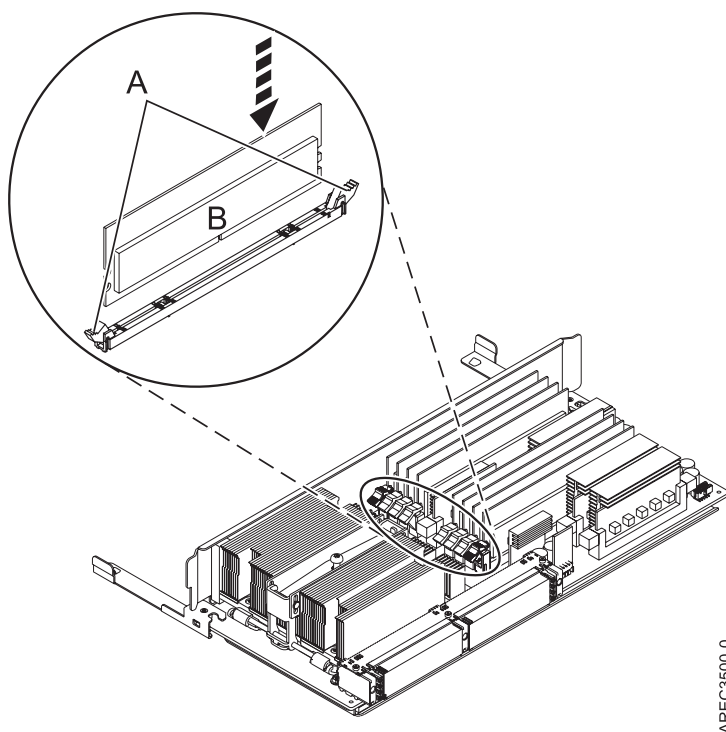

Figure 27. Remplacement d'un module de mémoire
10. Vérifiez que le connecteur est prêt à recevoir le module de mémoire. Le cas échéant, retirez le cache du module de mémoire en écartant et en abaissant les taquets (A). La pression exercée sur les taquets force le cache à sortir du connecteur.
12. Vérifiez que les languettes de verrouillage du connecteur (A) sont déverrouillées, comme indiqué dans la figure 27, à la page 34, avant d'installer un nouveau module de mémoire.
13. Maintenez délicatement le module de mémoire (B) par ses deux bords, puis alignez-le avec le connecteur.
14. Poussez fermement le module de mémoire (B) dans le connecteur jusqu'à ce que les taquets de verrouillage du connecteur soient verrouillés.